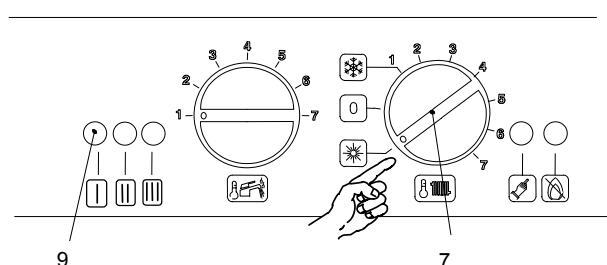

Fig. 2.5
- 4 If d.h.w. supply only is required, position the function switch 7 as in Fig. 2.5. The appliance operation light 9 will flash every 2 seconds (operating boiler).
- 4 Если требуется только приготовление горячей воды положение переключателя 7 должно быть как на рис.2.5. Световой индикатор 9 будет моргать каждые 2 секунды (котел работает).